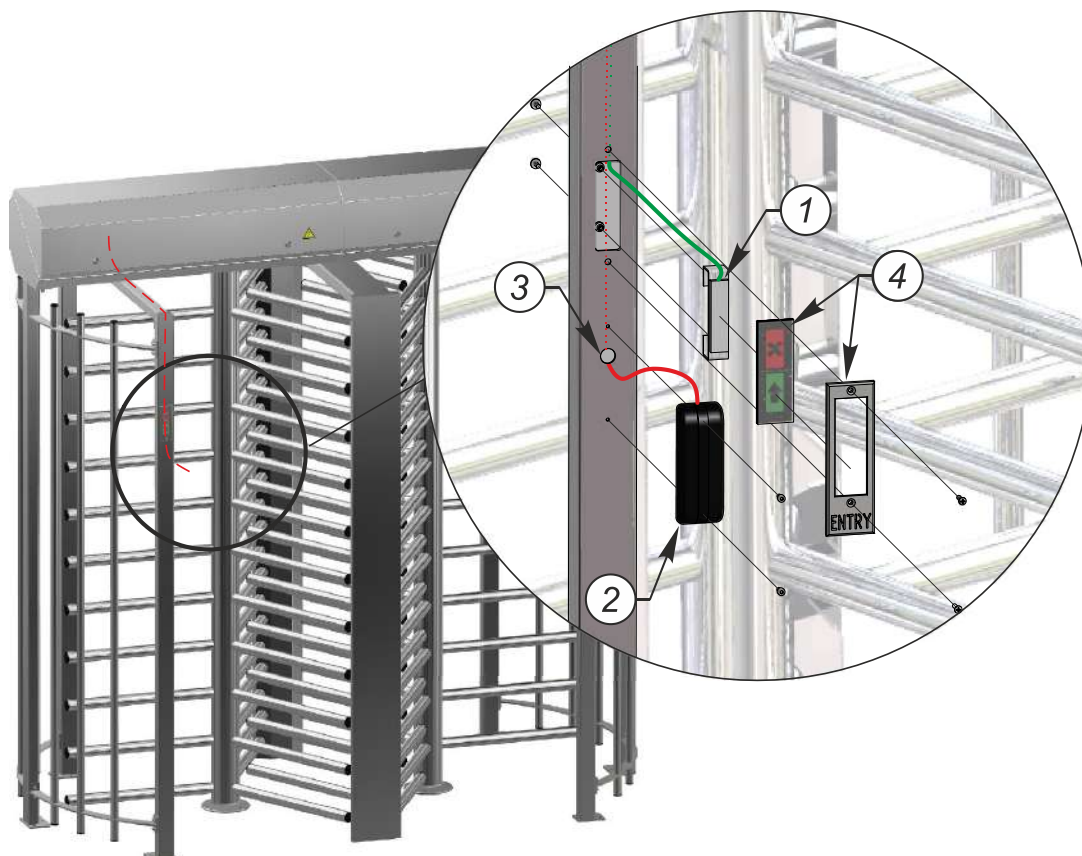

Рис.14 - Встановлення зчитувача безконтактних карт та табло індикації
- Зробіть отвори (3) біля табла індикації у торці стінки проходу (див. рис. 14), за розміром відповідно до обраного замовником зчитувача. Протягніть кабель до контейнера, закріпіть зчитувач (2) на стійці та підключіть;
- Встановіть кронштейн з індикацією (1) у стінку проходу, протягніть кабель до контейнера, встановіть панель (4) на світлове табло індикації та закріпіть гвинтами.